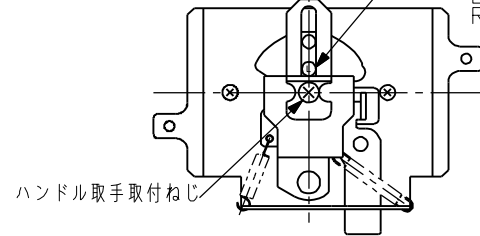

図6
- ①図6に示すハンドル取手を取り付けているねじを緩めて、金具と突起とのめ合いを外してください。
- ②ハンドル取手を回転させて図6に示す箇所にてL・Rの表示に従って金具にはめ合わせ、再び取付ねじを締め付けてください。